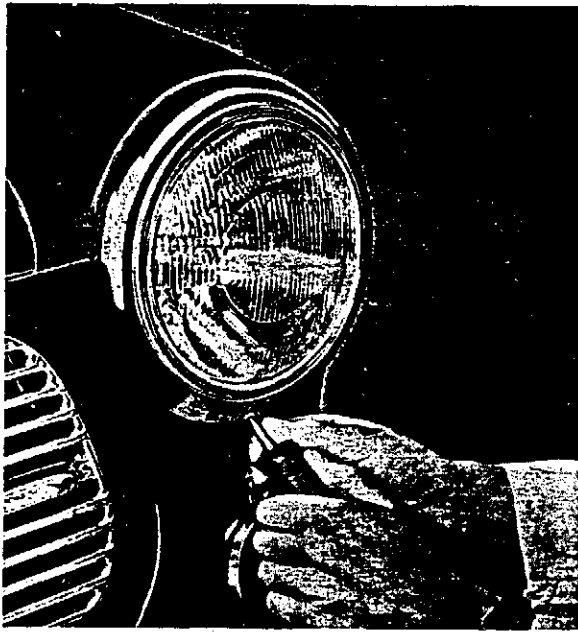

Abb. 113 Ausbau des Scheinwerferringes
1. Schraube für den Scheinwerferring ausbauen, siehe Abb. 113. Unterteil des Ringes etwas herausziehen, dann anheben und den Ring abnehmen.
1. Scheinwerferring und Haltering ausbauen, siehe Abb. 113 und 114.